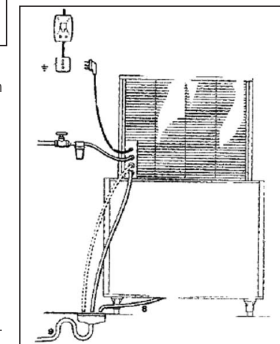

Abb. 9.
j) Den mitgelieferten Wasserzuleitungsschlauch (3/4 Zoll) anschließen. Es ist ratsam, die Wasserzuleitung mit einem Absperrventil zu versehen. Bei unreinem oder hartem Wasser sollte ein geeigneter Filter in der Wasserzuleitung montiert werden (Abb. 9).